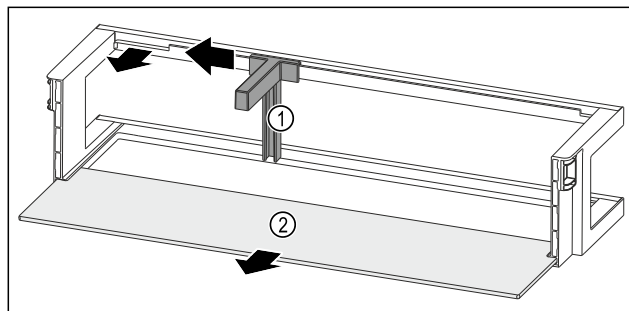

Fig. 65 Türabsteller mit Flaschenhalter und Abstellfläche
- Flaschenhalter Fig. 65 (1) bis zur Aussparung zur Seite schieben.
- Flaschenhalter Fig. 65 (1) entnehmen.
- Abstellfläche Fig. 65 (2) entnehmen.